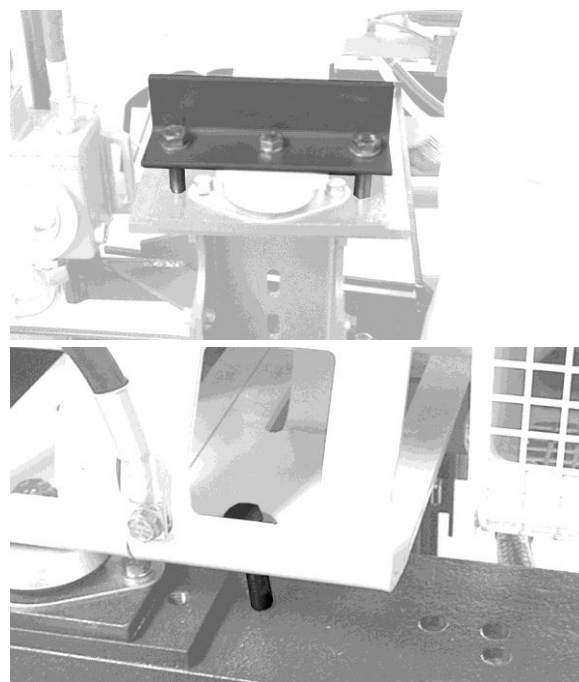

Рис. 6 Снятие четырех транспортировочных фиксаторов с эластичных опор двигателя и генератора
- Снять четыре транспортировочных фиксатора с эластичных опор двигателя и генератора (Рис. 6)